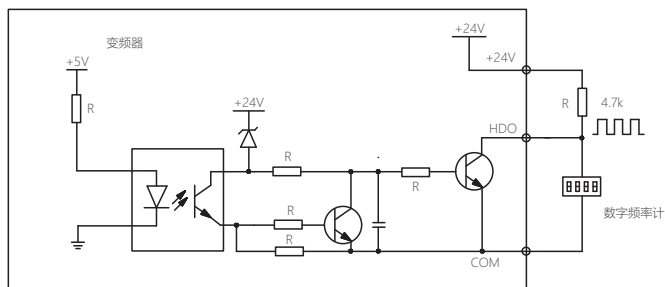

图5-14 输出端子HDO连接方式1
a) HDO用作数字脉冲频率输出，可使用变频器内部的+24V电源，接线方式如图5-14所示。